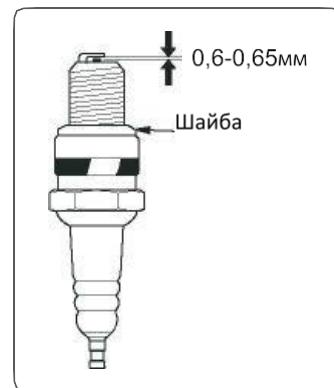

Рис. 9
4. Измерьте зазор между электродами свечи специальным щупом. Зазор должен быть 0,6-0,65 mm. (Рис.9) При увеличении или уменьшении требуемого зазора рекомендуется заменить свечу, так как регулировка зазора может привести к изменению качества искрообразования.